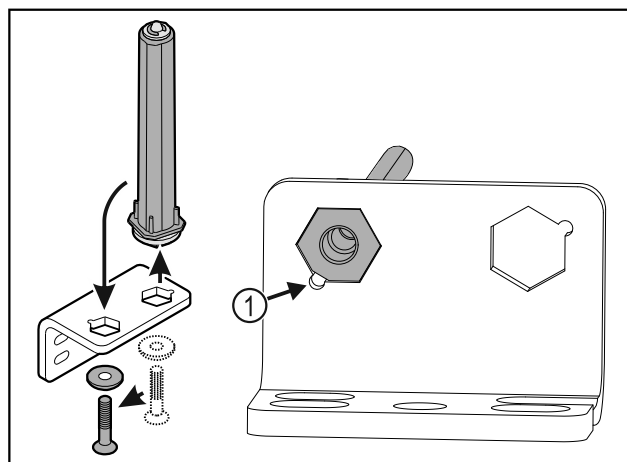

Fig. 39
- ▶ Ügyeljen arra, hogy felhelyezéskor a csapszeg élettörése Fig. 39 (1) a kerek furat felé mutasson.